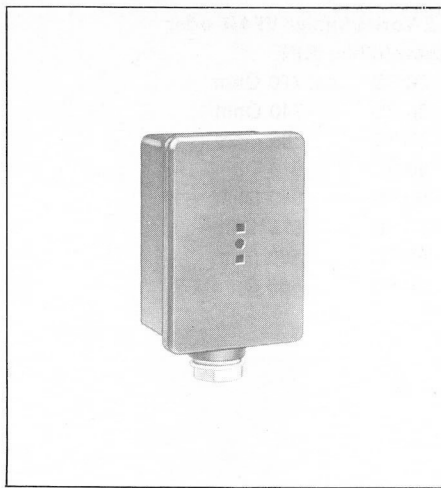

Bild 9 Vorlauffühler VFAN
3.2 Vorlauffühler VFAN (Bild 9)